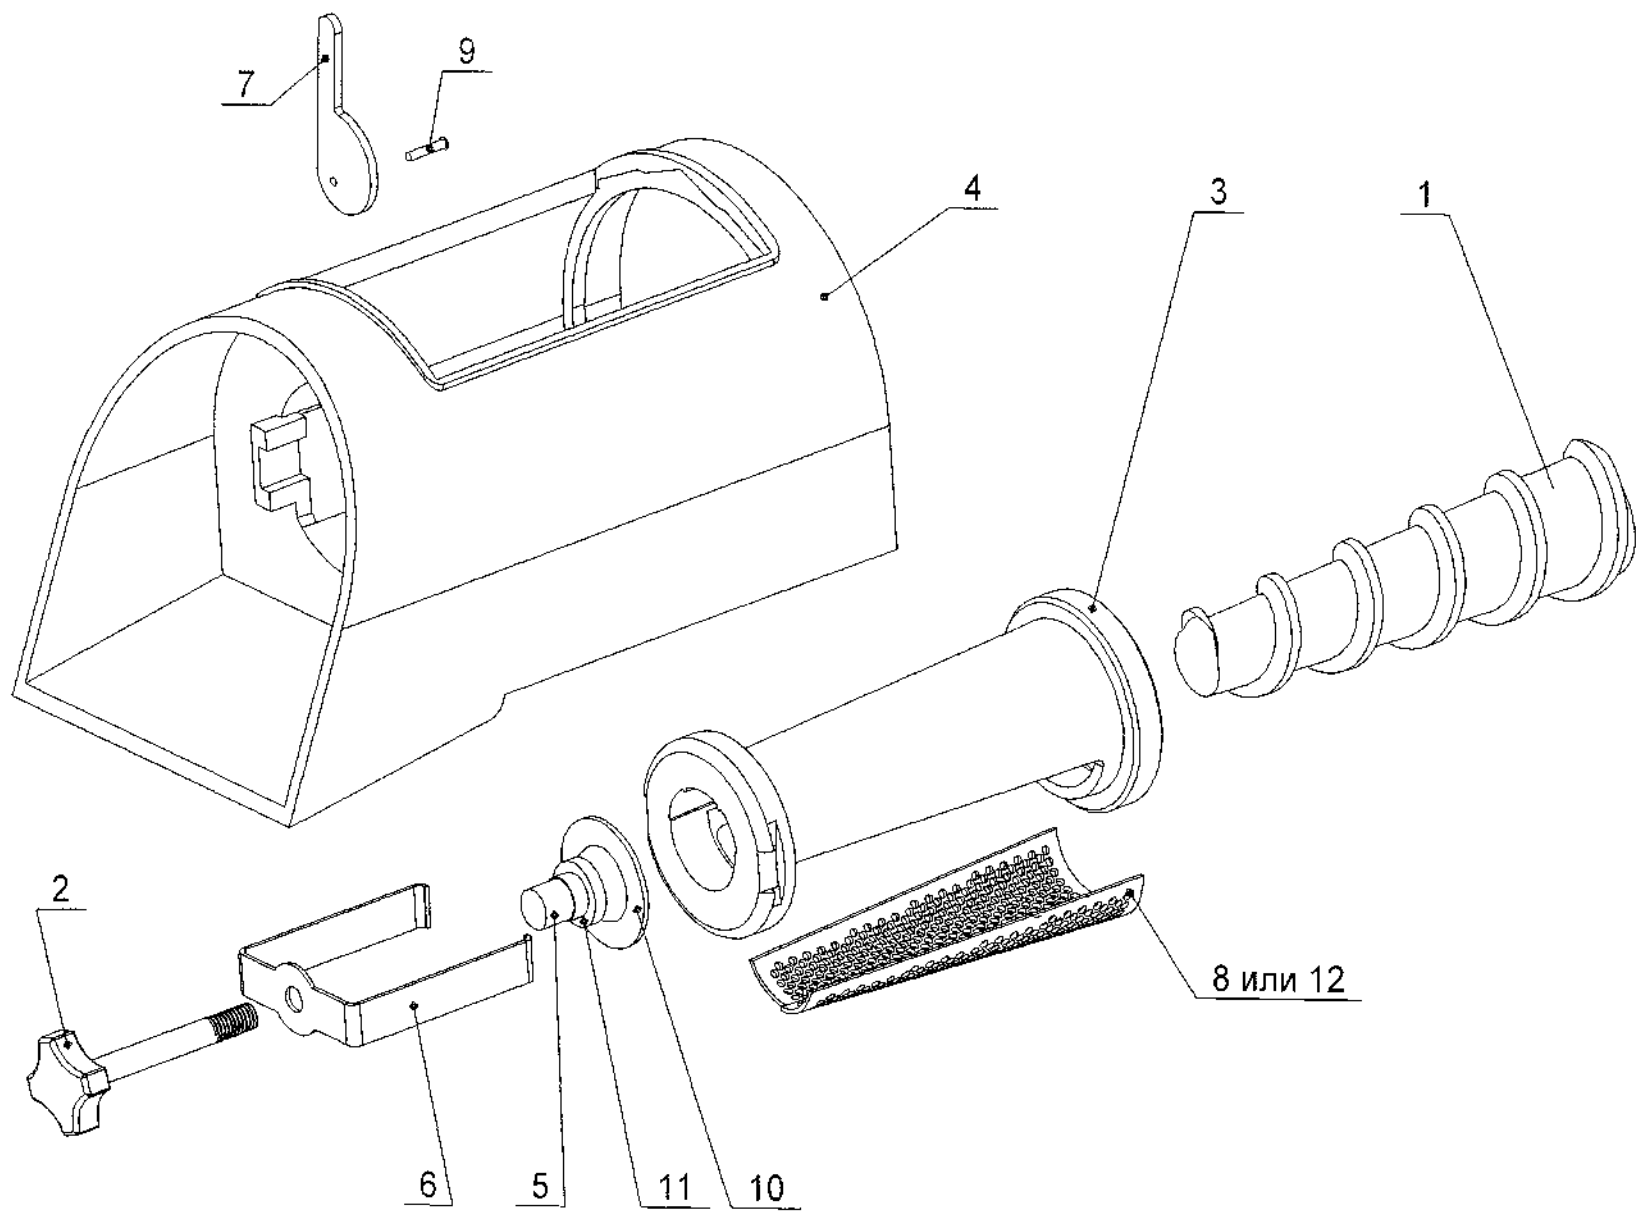

Рис. 305
- насадка-соковыжималка (рис. 305)